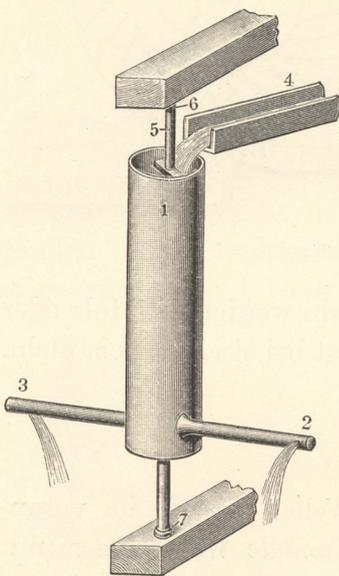

Fig. 36. Segners Reaktionsrad.
b) **Reaktionsturbinen** (*Überdruckturbinen*). Bei ihnen ist zwischen Ober- und Unterwasser eine aus Druckrohr, Leitapparat, Laufrad und Saugrohr bestehende, zusammenhängende Leitung vorhanden, so daß ein freier Fall des Wassers nicht stattfindet. Die Laufradkanäle sind also vollständig gefüllt, und weil infolge der Verengung der Laufradkanäle nach der Seite des Wasseraustrittes zu das Wasser sich nur mit einer geringeren Geschwindigkeit fortbewegen kann, steht es unter einer höheren *hydraulischen Pressung*. Dieser *Überdruck* leistet in dieser Art von Turbine die Arbeit, indem er erst innerhalb des Laufrades wieder in Bewegung umgewandelt wird. Die Wirkung ist dieselbe wie bei dem bekannten *Segnerschen Reaktionsrad* (Fig. 36). Dieses besteht aus dem senkrecht stehenden Hohlzylinder 1 mit zwei horizontalen, an den Enden geschlossenen Rohrschenkeln 2 und 3, die seitlich (und einander entgegengesetzt) mit Öffnungen versehen sind. Das aus der Rinne 4 in den Zylinder fließende Wasser strömt bei 2 und 3 aus und versetzt den mit seiner Welle 5 in 6 und 7 drehbar gelagerten Zylinder 1 in Umdrehung. Die Drehungsrichtung ist entgegengesetzt zur Richtung der ausfließenden Wasserstrahlen. Hervorgerufen wird die Drehung dadurch, daß dem Wasserdruck im Rohrrinnern an der der Öffnung entgegengesetzten Rohrwand der ausgleichende Widerstand auf der gegenüberliegenden Seite fehlt.